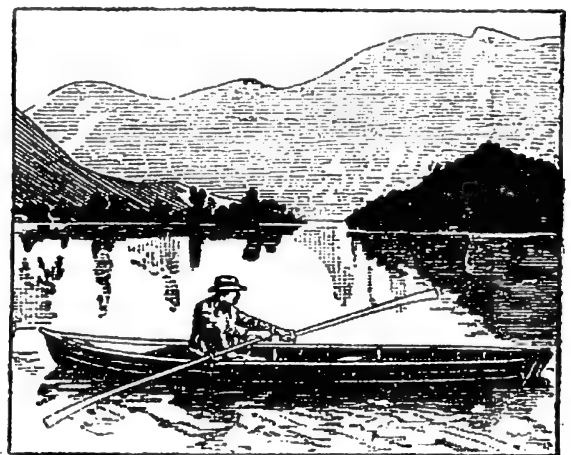

Fig. 11. — La rame prend appui sur l'eau par sa partie élargie : de même la lame d'une plume prend appui sur l'air.
**5. Le rôle des plumes.** — La plume que nous venons d'observer, avec sa tige souple et robuste, sa lame large, ne ressemble-t-elle pas à la rame qui fait mouvoir une barque (*fig. 11*) ? De même que la rame prend appui sur l'eau, les plumes de l'aile d'un oiseau prennent appui sur l'air qu'elles frappent à coups réguliers.